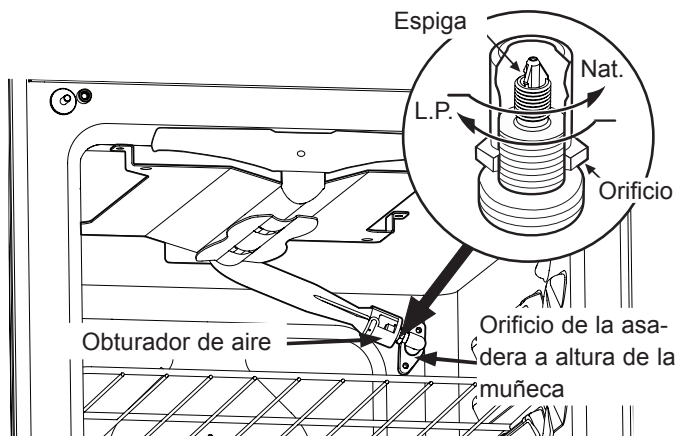

Figura 13
C. Ajuste el orificio del quemador de la asadera (solo modelos autolimpiadores) (ver Figura 13)